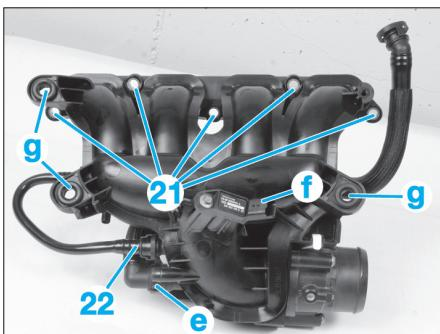

Fig. 42
- les colliers (12) du raccord de sortie d'air turbocompresseur,
- le raccord (13) de sortie d'air turbocompresseur,
- les fixations (14), (15) du raccord intermédiaire d'entrée boîtier papillon.
- Desserrer le collier (16).
- Déposer le raccord intermédiaire (17) d'entrée boîtier papillon.
- Déclipper le tuyau de réaspiration des vapeurs d'huile (18) en "d", "e" (Fig.42).